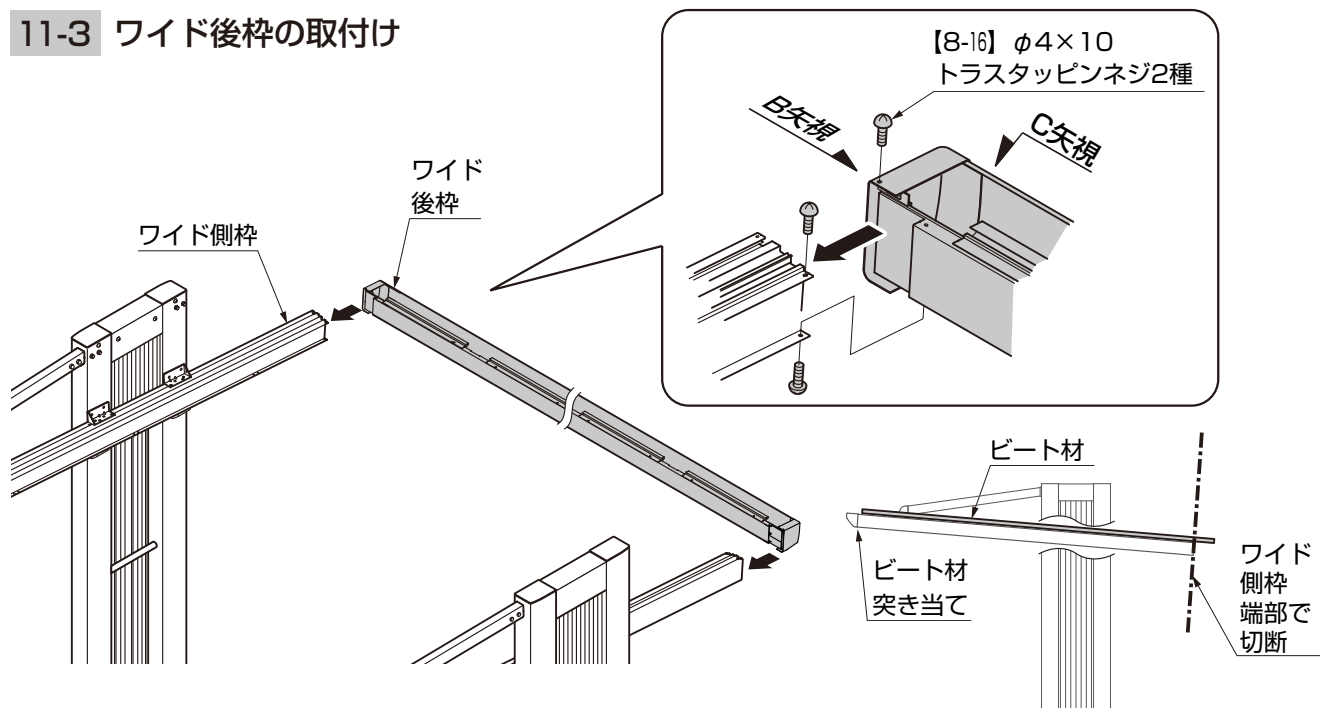

図11-1 ビート材切断方法
- ①ワイド側枠に付属するビート材がワイド前枠に確実に突き当たっていることを確認した上で、ワイド後枠側のワイド側枠端部でビート材をカットして下さい。(図11-1参照)
- ②ワイド後枠をワイド側枠に【8-16】で取付けてください。
- ③ワイド後枠コーナーキャップとワイド側枠の継ぎ目、ワイド後枠とのジョイント部にシーリングしてください。